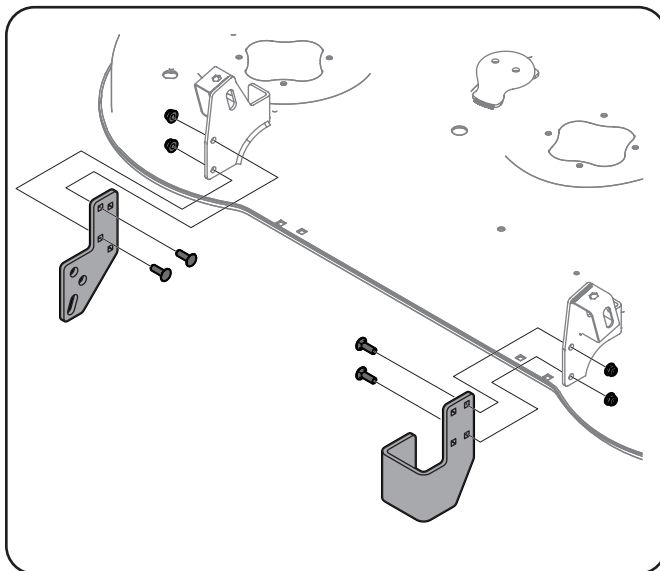

Figure 1-10
- Installez les supports à galet de gauche et de droite (n° 10 et n° 7) à l'emplacement indiqué à la Figure 1-10 sur les plateaux de coupe des tracteurs avec deux boulons de carrosserie (n° 1) et deux écrous de blocage 5/16 (n° 3) par côté. Reportez-Figure 1-10.